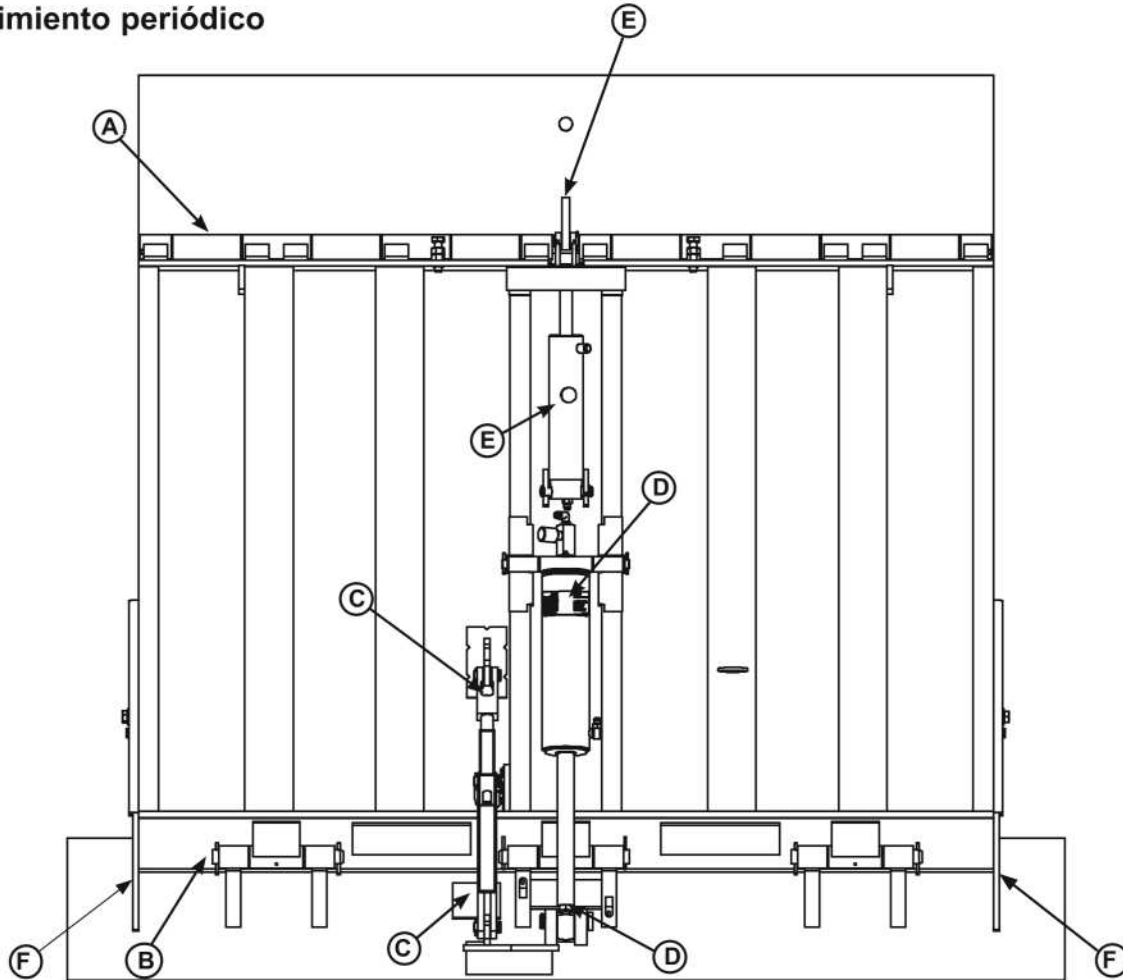

Figura 30
- » Lubrique las siguientes áreas con aceite para máquinas ligero, consulte la **Figura 30**:
- (A) — Área de la bisagra del labio (aplique aceite en la parte superior de toda la longitud de la bisagra del labio cuando la plataforma esté en posición de almacenamiento y el labio esté plegado)
- (B) — Área de la bisagra de la plataforma (aplique aceite en la parte superior de todas las bisagras de la plataforma cuando esta esté en posición de almacenamiento)
- (C) — Pasadores del apoyo de almacenamiento
- (E) — Pasadores del cilindro del labio
- (D) — Engrasador del cilindro de elevación y pasador